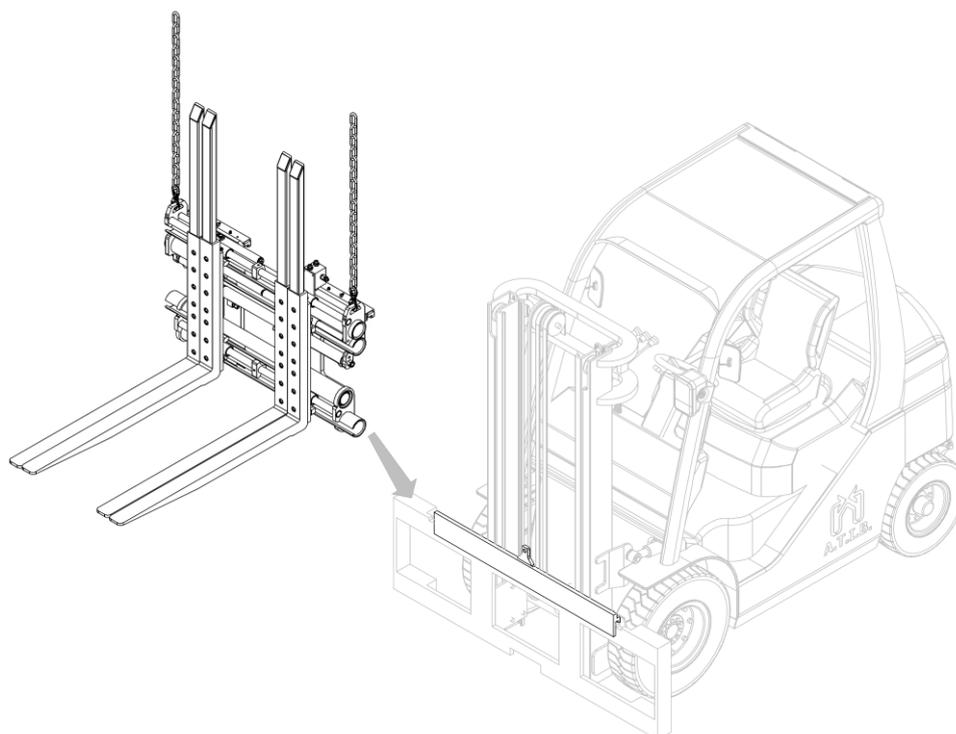

Figura 5
9. Agganciare quindi l'attrezzatura dai punti presa superiori e con un carropono o un paranco di portata sufficiente posizionarla sul doppio gancio, avendo cura di posizionarla in modo corretto (vedi *Figura 5*).